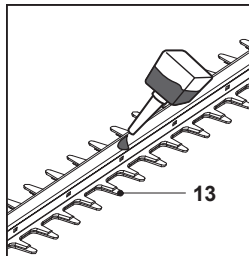

Fig. 11
10. Lubrifier les surfaces internes de la lame si le dispositif de coupe (lame) (13) surchauffe pendant le fonctionnement (Fig. 11).
1. Garder le dispositif de coupe (lame) (13) propre et exempt de débris. Retirer les déchets de taille à l'aide d'une brosse.
2. Appliquer une petite quantité de lubrifiant approprié sur le dispositif de coupe (lame) pour maintenir une bonne efficacité de coupe (Fig. 11).